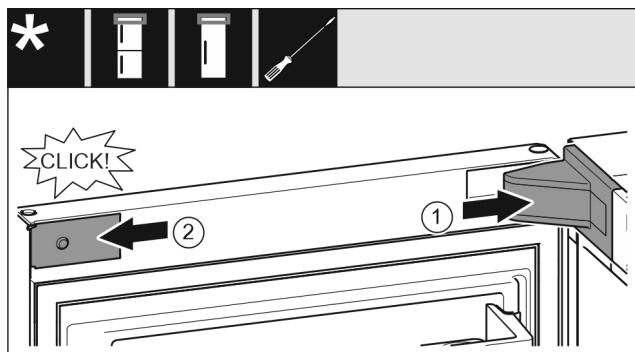

Fig. 21
- ▶ Крышку опорного кронштейна установите и зафиксируйте, при необходимости осторожно разожмите. *Fig. 21 (1)*
- ▶ Установите накладку сбоку и зафиксируйте. *Fig. 21 (2)*